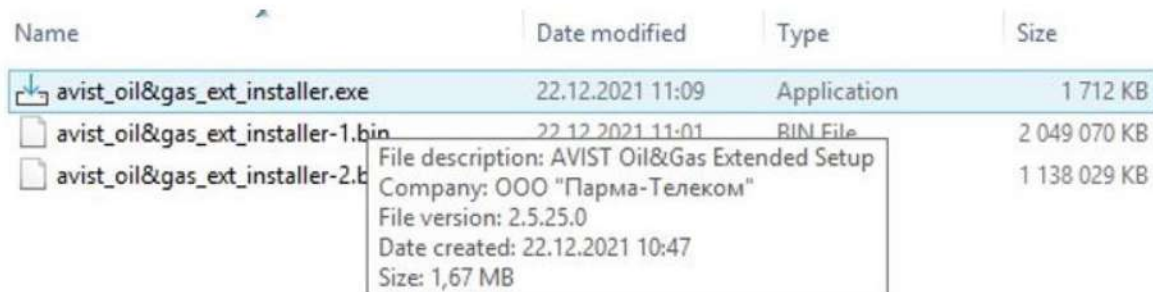

Рисунок 1 - Запуск инсталлятора
- 1) Запустить инсталлятор – файл avist_oil&gas_ext_installer.exe (Рисунок 1).